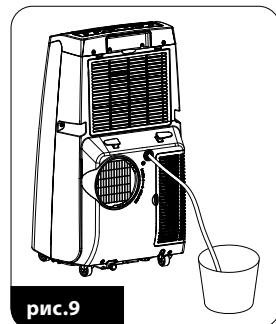

рис.9
- открутите крышку и удалите пробку (6)
- другой конец дренажной трубы подключите к дренажной системе или сосуду (рис. 9)
**ВНИМАНИЕ!** Сосуд или дренажная система должны находиться ниже отверстия для слива воды (6).
**ВНИМАНИЕ!** Не подключайте дренажную трубку к отверстию для слива воды (10) – конденсирующаяся вода необходима для охлаждения прибора.